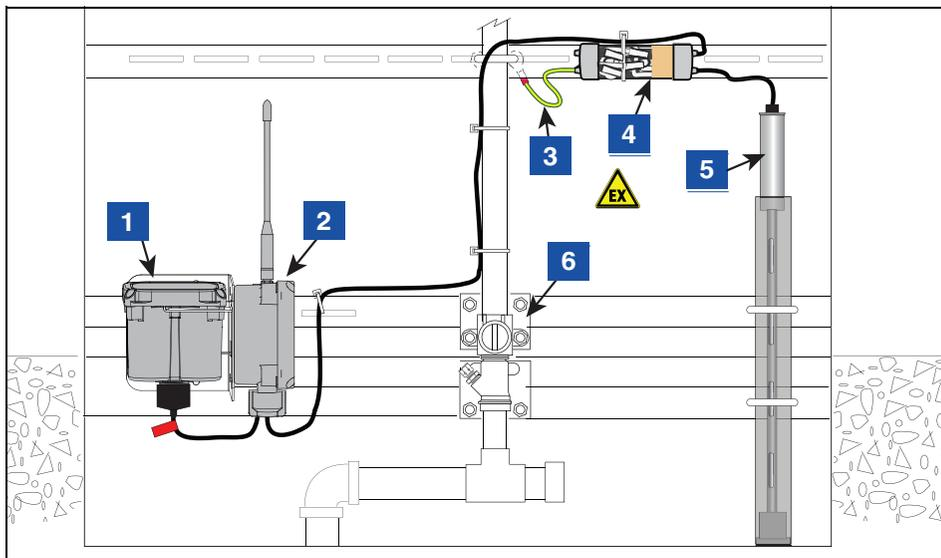

Figure 35. Exemple des connexions des câbles du transmetteur du capteur Mag
4. Utilisez la barre plate à encoche de 25,4 mm x 152,4 mm (1" x 6"), les deux boulons 6,35 mm-20 x 76,2 mm (1/4"-20 x 3") et les deux écrous hexagonaux 6,35 mm-20 (1/4"-20) du kit de matériel d'installation pour fixer le support au support tubulaire/rail DIN au niveau de la vanne de cisaillement ou au-dessous (voir la Figure 35).
LÉGENDE DE LA FIGURE 35